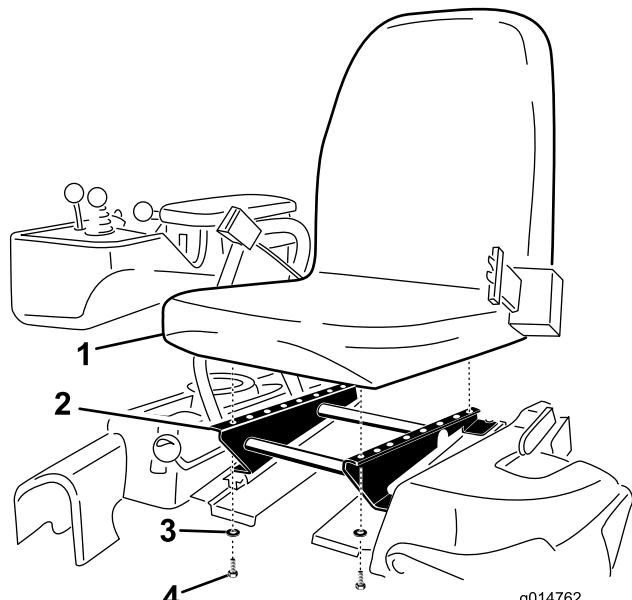

Рисунок 4
- Закрепите сиденье на основании 4 ранее снятыми болтами и шайбами (Рисунок 4).